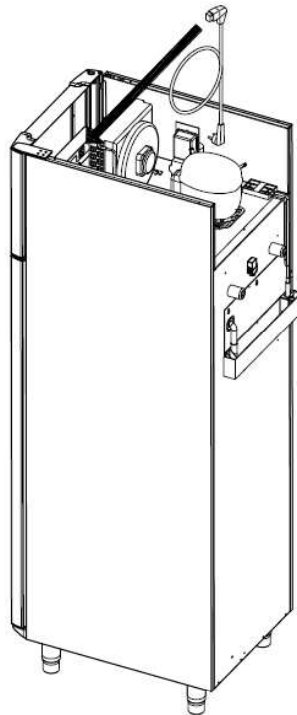

Fig.5
-  Schließen Sie das Gerät nur an die auf dem Typenschild angegebene Netzspannung an. Bei Unklarheiten bezüglich des Anschlusses fragen Sie bitte Ihren Händler. Verwenden Sie hierzu nur die mitgelieferte Anschlussleitung 3x1mm² (Fig. 5).